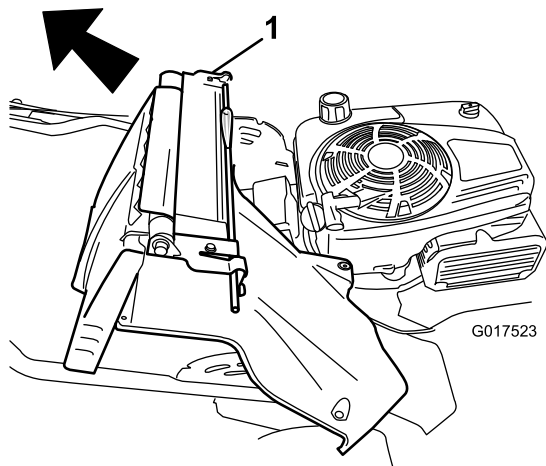

Figure 34
- Déposez l'ensemble déflecteur arrière et levier de blocage du guidon (Figure 34).